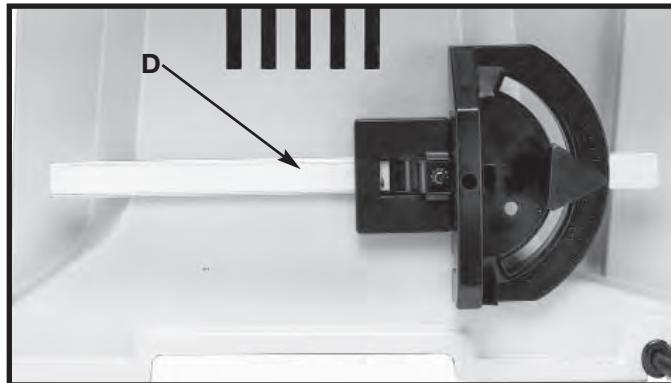

Fig. 23
- La Fig. 23 muestra la guía de inglete (D) insertado en el sujetador.